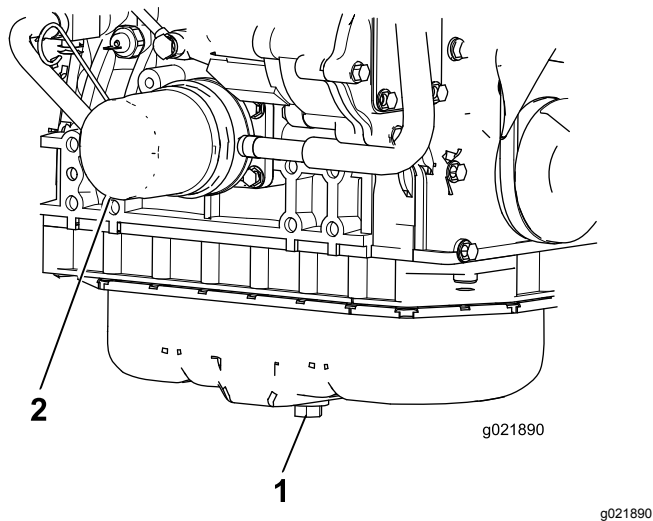

Bild 73
1. Entfernen Sie die Ablassschraube und lassen Sie das Öl in die Auffangwanne ab (Bild 73).
3. Entfernen Sie den Ölfilter (Bild 73).